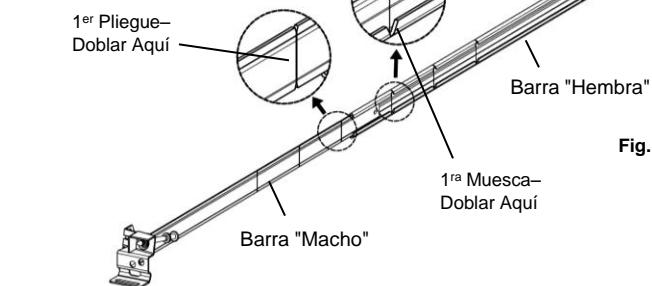

Fig. 7
1. Abre las barras lo más posible. (Fig. 7)
2. Dobra hacia adelante y hacia atrás en el 1^{er} pliegue desde el centro, la barra "macho" de cada barra para colgar, hasta que se separe. Dobra la barra "hembra" hacia adelante y hacia atrás, en la 1^{ra} muesca desde el centro, hasta que se separe. (Fig. 7)